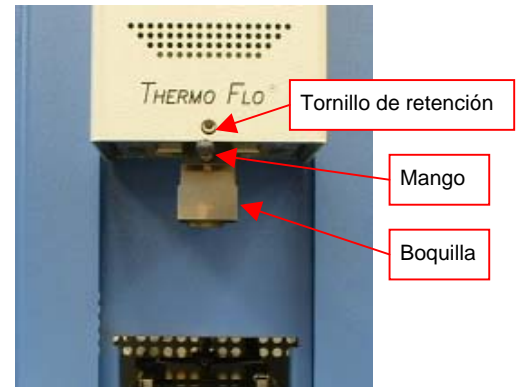

Figura 3b
d. Inserción/sustitución de la boquilla. (Figura 3b)